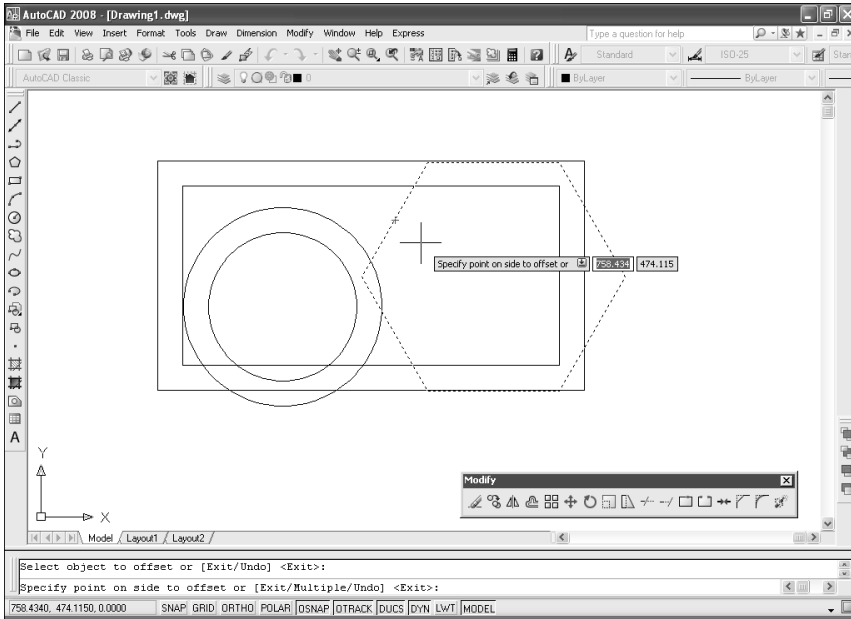

Рис. 4.4. Для эквидистантного смещения остальных объектов достаточно выбрать их и задать направление смещения
6. Повторите пп. 3 и 4 (рис. 4.4) или нажмите клавишу **Enter** для завершения выполнения команды.